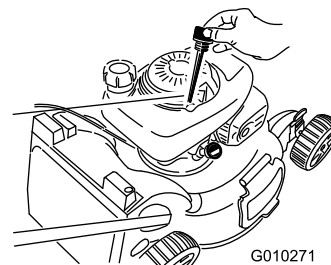

Figure 44
3. Retirez la jauge (Figure 44).